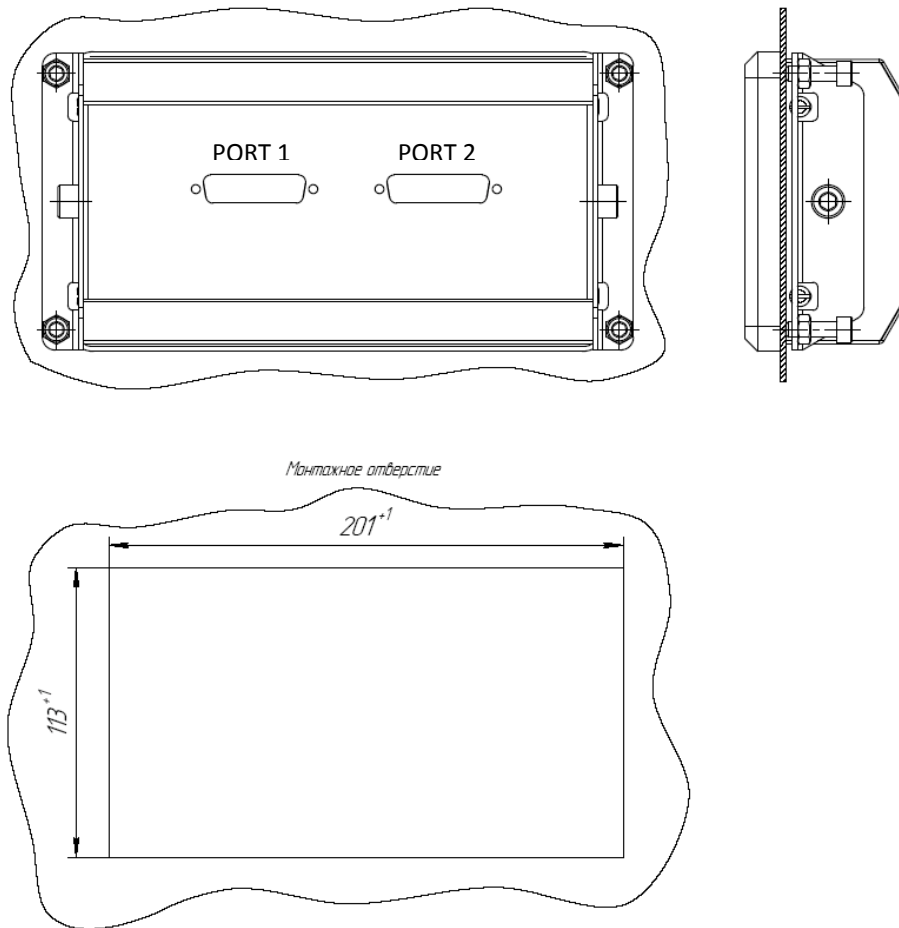

Рисунок 4 Установка устройства в консоль
- указания для консольного монтажа смотрите Рисунок 4.